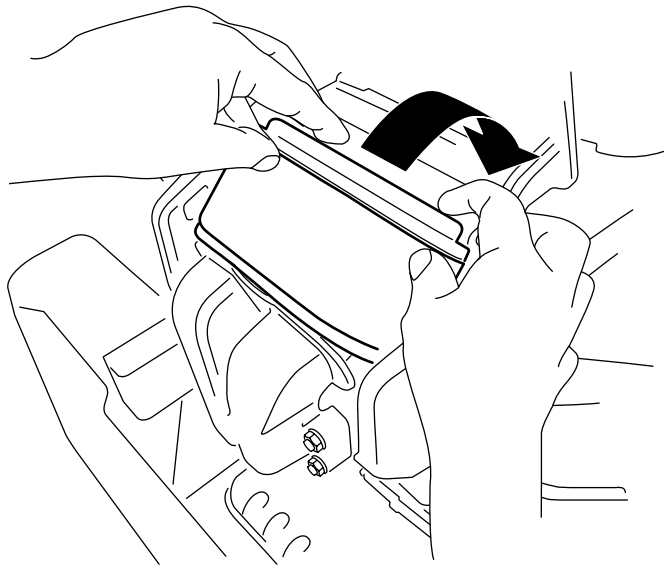

Figura 40
3. Introduzca el filtro en la cámara, girándolo para asentarlo correctamente contra el colector (Figura 40).